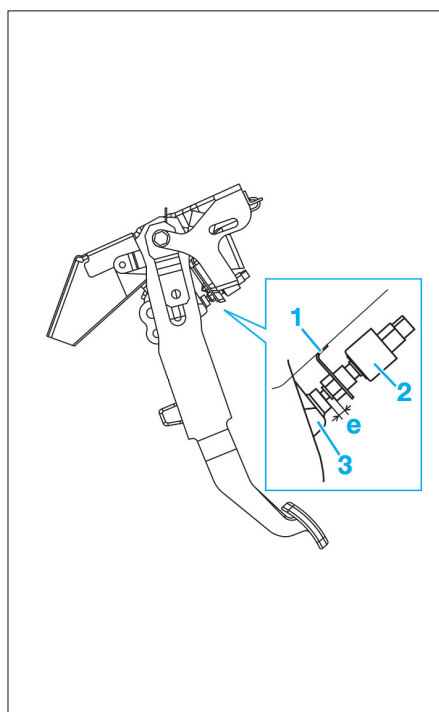

FIG. 9
- Déposer l'agrafe (1) de maintien de l'écrou du contacteur de pédale d'embrayage (2) (**Fig.9**).
- La valeur (e) mesurée entre l'extrémité du contacteur (2) et le support de la pédale d'embrayage (3) doit correspondre à  $1 \pm 0,5$  mm.